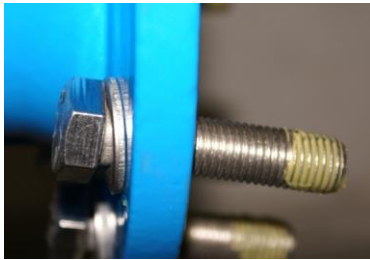

Figure 2
- Tous les éléments de transmission de puissance du raccordement à bride (vis / écrous selon la figure 2) doivent être enduits d'un lubrifiant approuvé comme la graisse Klüber VR69-252.